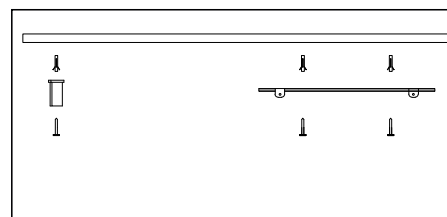

Рис. 1
- Установите монтажное крепление троса и монтажную пластину драйвера на поверхности потолка по месту установки осветительного прибора (рис. 1).